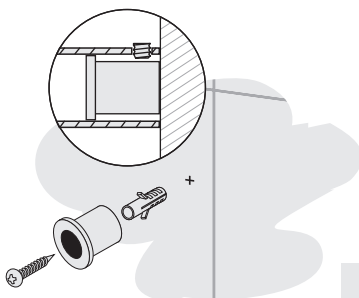

Рис. 3
4.1.4. В полученных метках сделать отверстия диаметром 6 мм и произвести монтаж шайб скрытого крепления к стене с помощью саморезов и дюбелей (рис. 3).
ВНИМАНИЕ! Шайбы скрытого крепления разные. Для верхнего крепления шайбы длиннее это необходимо для монтажа полотенцесушителя при скрытом подключении. Длинные шайбы скрытого крепления позволяют при установке отодвинуть полотенцесушитель от стены для удобства соединения его к скрытой проводке. Шайбы необходимо монтировать к стене плоскостью меньшего диаметра (рис. 3).
- 4.3.5. В полученных метках сделать отверстия диаметром **6 мм** и произвести монтаж шайб скрытого крепления к стене с помощью саморезов и дюбелей, шайбы необходимо монтировать к стене плоскостью меньшего диаметра (см. рис. 3).